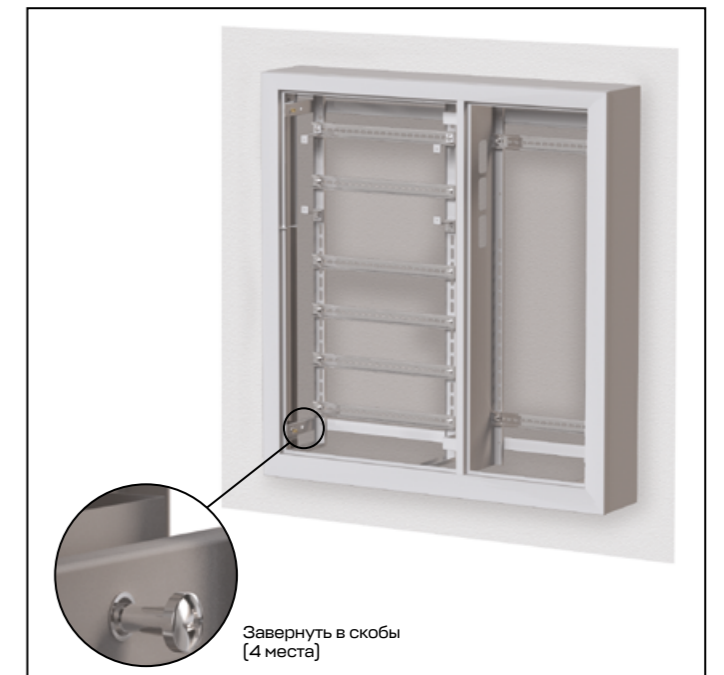

Рис. 24
3.2. Вставьте корпус в кожух щита этажного и закрутите болты M8x50, установленные в корпусе щита, в отверстия П-скоба кожуха щита этажного (рис. 24).